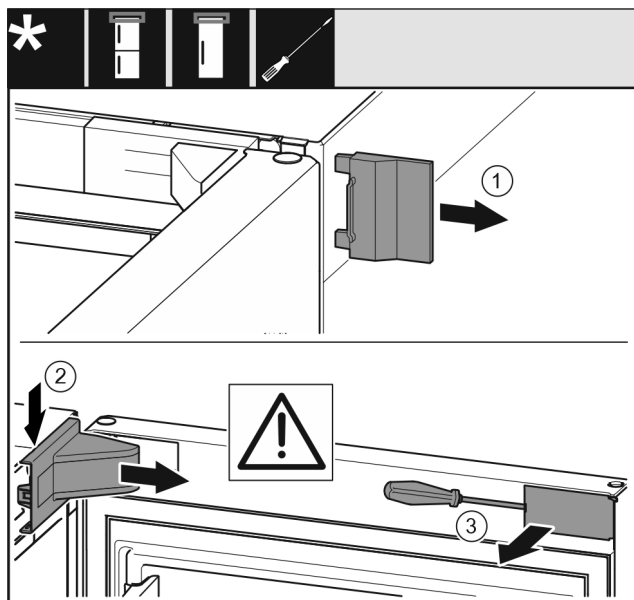

Fig. 10
- ▶ Äußere Abdeckung Fig. 10 (1) abnehmen.
- ▶ Lagerbockabdeckung Fig. 10 (2) austrasten und abnehmen.
- ▶ Blende Fig. 10 (3) mit Schlitzschraubendreher austrasten und zur Seite schwenken.